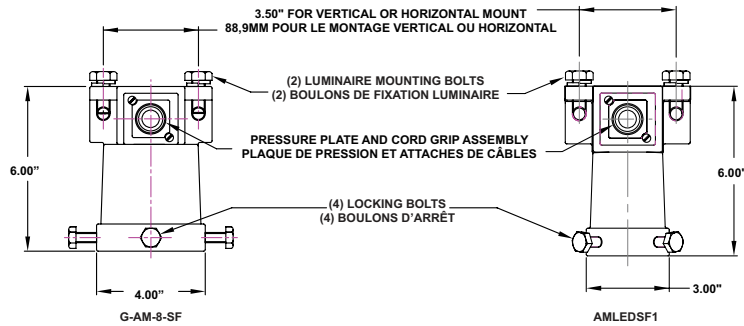

Figure 10: Poletop Slip-Fitters (P/Ns: G-AM-8-SF & AMLEDSF1) | Embouts de poteau (réf. : G-AM-8-SF et amledsf1)
- Loosen the two screws on the pressure plate for cord/cable entrance. See Figure 10.
Desserrez les deux vis de la plaque de pression pour permettre l'entrée du cordon/câble. Reportez-vous à la Figure 10.
- Mount the luminaire with yoke to the poletop slip-fitter using the two luminaire mounting bolts (supplied). Tightly secure the bolts. See Figures 10 & 11.
Montez le luminaire avec l'étrier sur l'embout de poteau à l'aide de deux boulons de fixation de luminaire (fournis). Serrez fermement les boulons. Reportez-vous aux Figures 10 et 11.